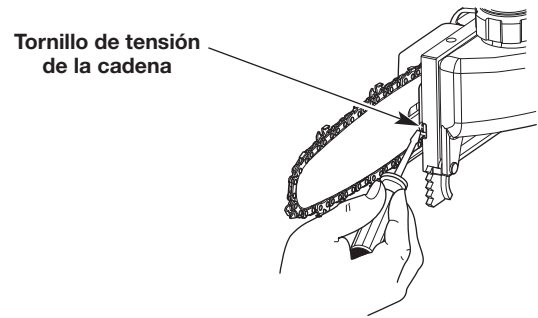
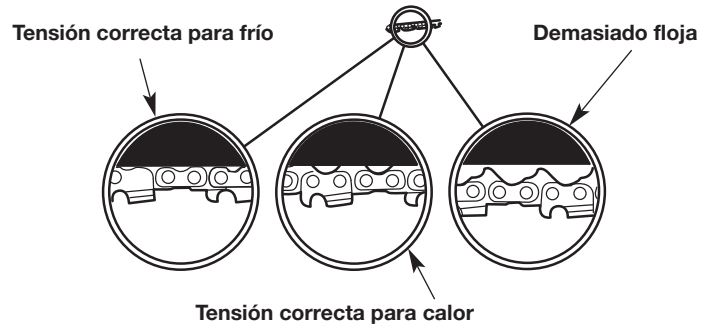

Fig. 13
Fig. 14
2. Use un destornillador de cabeza plana para hacer girar el tornillo de tensión de la cadena cuatro vueltas (4) en sentido contrario al reloj (Fig. 13).
2. Sostenga la punta de la barra de guía hacia arriba y con un destornillador de cabeza plana gire el tornillo de tensión de la cadena (Fig. 13). Girando el tornillo en sentido del reloj se ajusta la cadena de la sierra. Girando el tornillo en sentido contrario al reloj se afloja la cadena de la sierra. Se debe ceñir a la barra de guía según la temperatura de la cadena de la sierra (Fig. 14).